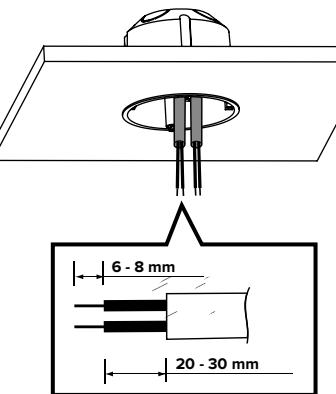

FIG. 6
- Trek de bedrading uit de centraaldoos en strip en verwijder de isolatie van de bedrading 6 tot 8 mm (zie FIG. 6).